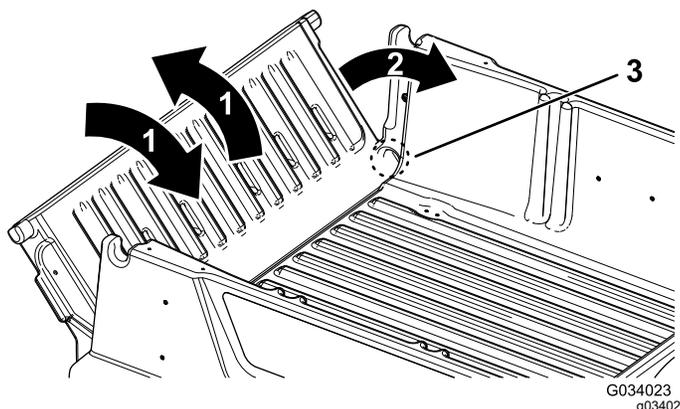

Figura 14
2. Rode a porta traseira para a posição de aproximadamente 45° (Figura 14).
- Com um movimento breve e oscilante, rode a porta traseira para trás e para a frente várias vezes (Figura 14).